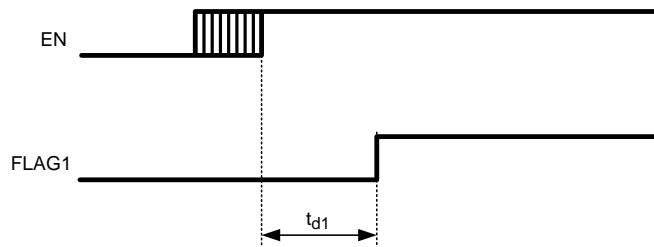

图 12. EN 干扰
**EN** 引脚的 特性 之一是它可以实现无干扰运行。第一个计时器将在上升阈值开始计数，但始终会在第一个输出标志释放之前 **EN** 引脚取消置位时复位。图 12 对此进行了展示：